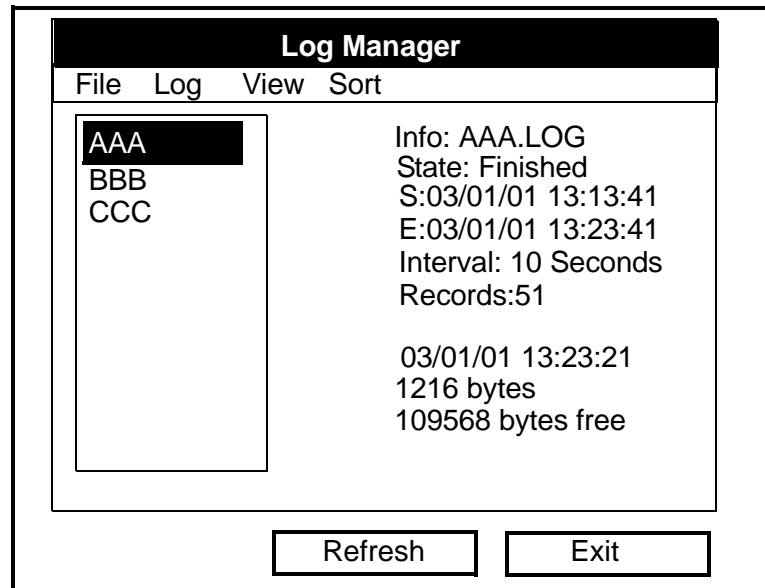

Figura 5-2: Ventana Log Manager
2. Con el menú *Log* (Registro) resaltado, desplácese hasta la opción *Manager* (Gestor) y pulse [ENTER]. Aparecerá una ventana como la de la figura 5-2.
1. En la ventana *Log Manager* (Gestor de registro) (consulte la figura 5-2 en la página 5-2), utilice las teclas de cursor [▼] y [▲] para resaltar el registro que desee eliminar.
2. En la ventana *Log Manager* (Gestor de registro) (consulte la figura 5-2 en la página 5-2), utilice las teclas de cursor [▼] y [▲] para resaltar el registro que desee transferir.